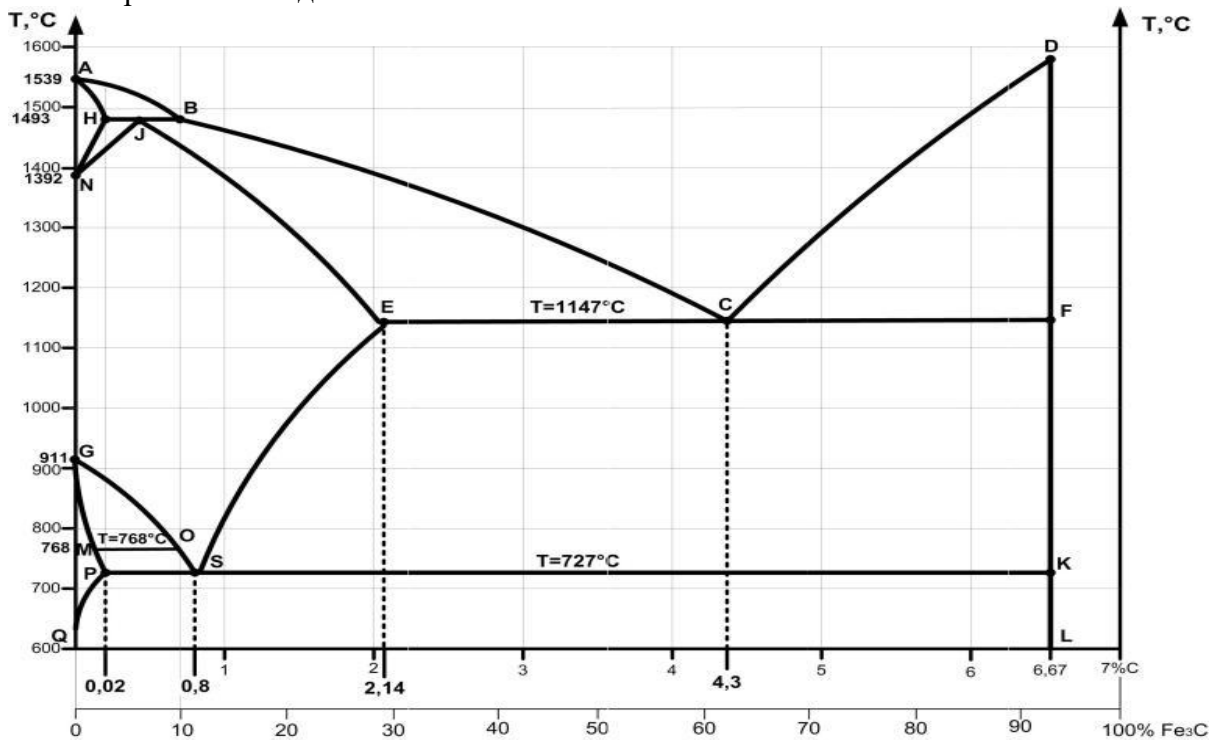

Рисунок 1 Диаграмма состояния железо-цементит
1. По диаграмме состояния железоуглеродистых сплавов (рисунок 1) построить кривую охлаждения для сплава с содержанием углерода 2,14%.